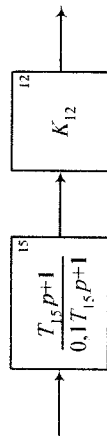

Рис. 14
8. Включити послідовно в основний ланцюг регулювання пристрій корегування, структурна схема якого зображена на рис. 14.